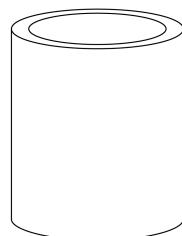

Figura 4: Accesoriu de pliere Qualcrimp
- **Accesoriu de pliere Qualcrimp (figura 4)**